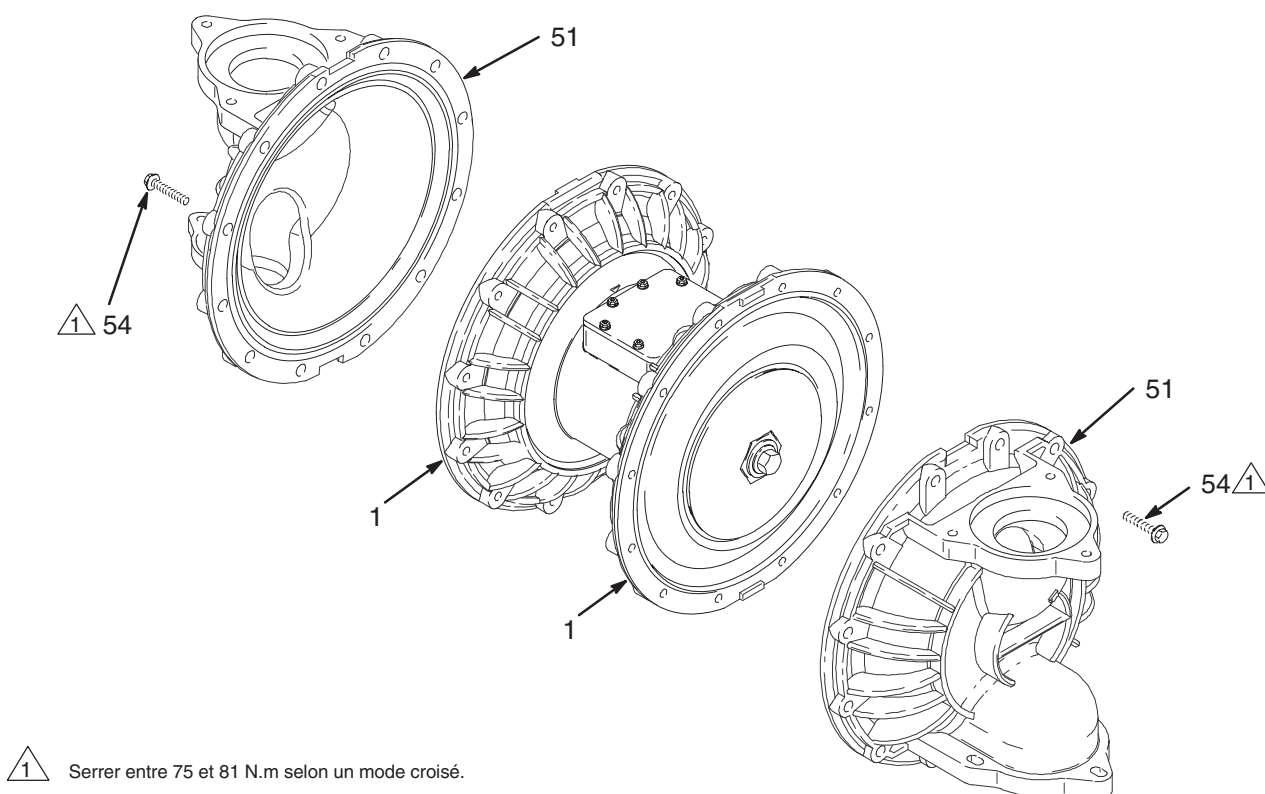

Fig. 8
- À l'aide d'une clé à pipe de 15 mm, retirer les vis (54) et déposer les couvercles produit latéraux de la pompe. Voir Fig. 8.
- Serrer les vis (54) des couvercles produit latéraux à la main. Serrer les vis entre 75 et 81 N.m selon un mode croisé. Voir Fig. 8.